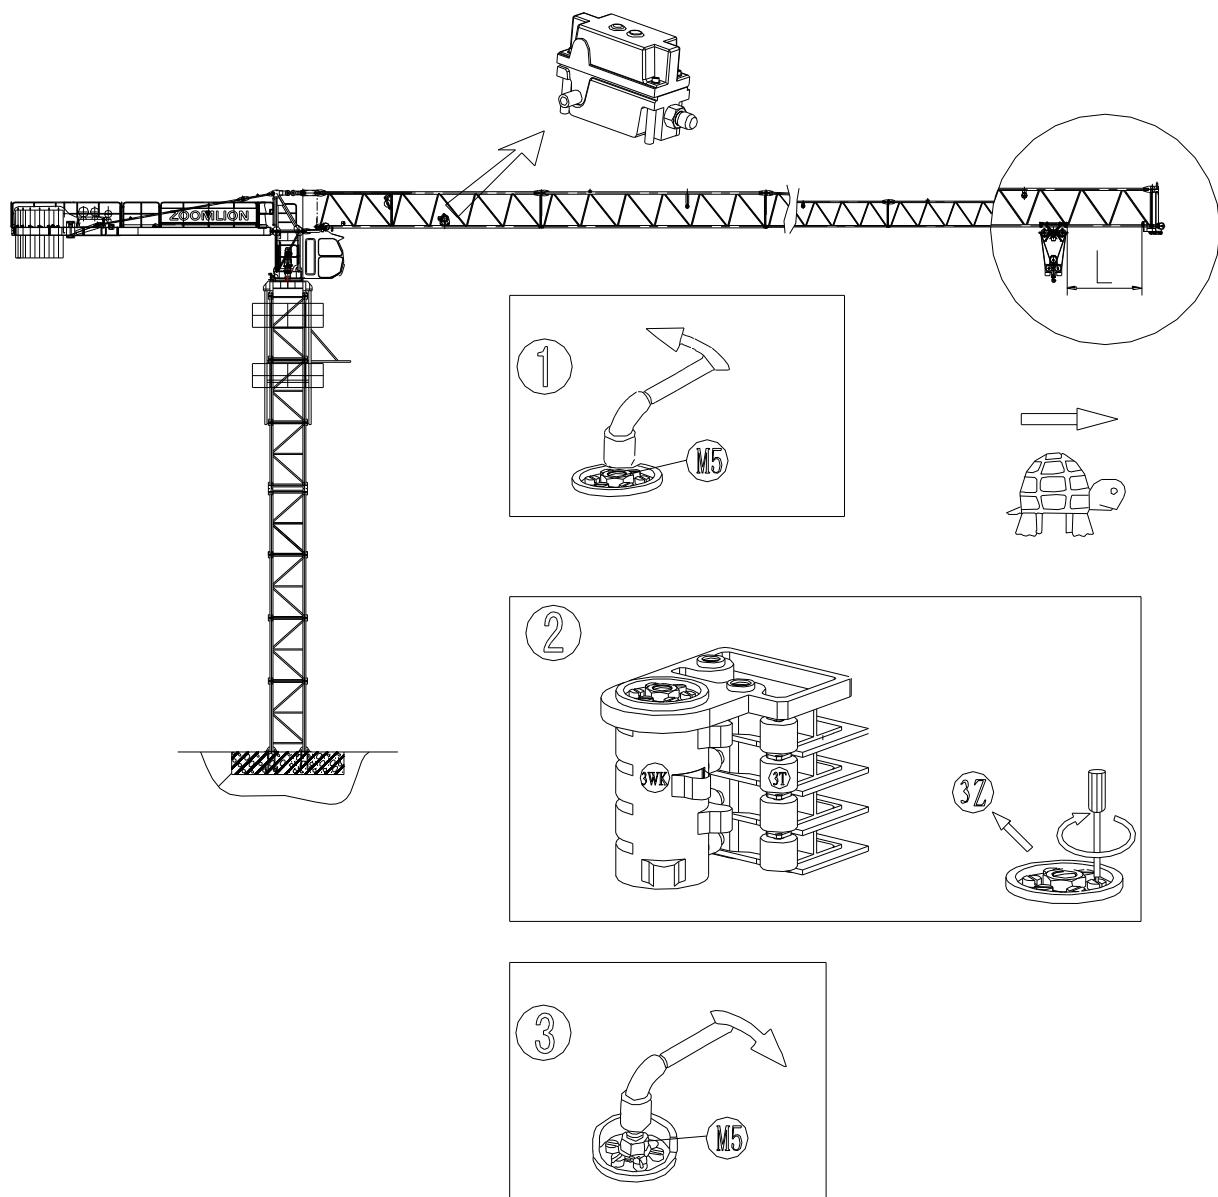

图 9.3-3 向外变幅减速
- (1) 松开螺母 M5;
- (2) 载重小车开到距起重臂臂尖缓冲器  $L=5m$  处, 调动(3Z)轴, 使长凸轮(3T)压下微动开关(3WK), 使小车只能以低速向外运行;
- (3) 拧紧螺母 M5, 见图 9.3-3。